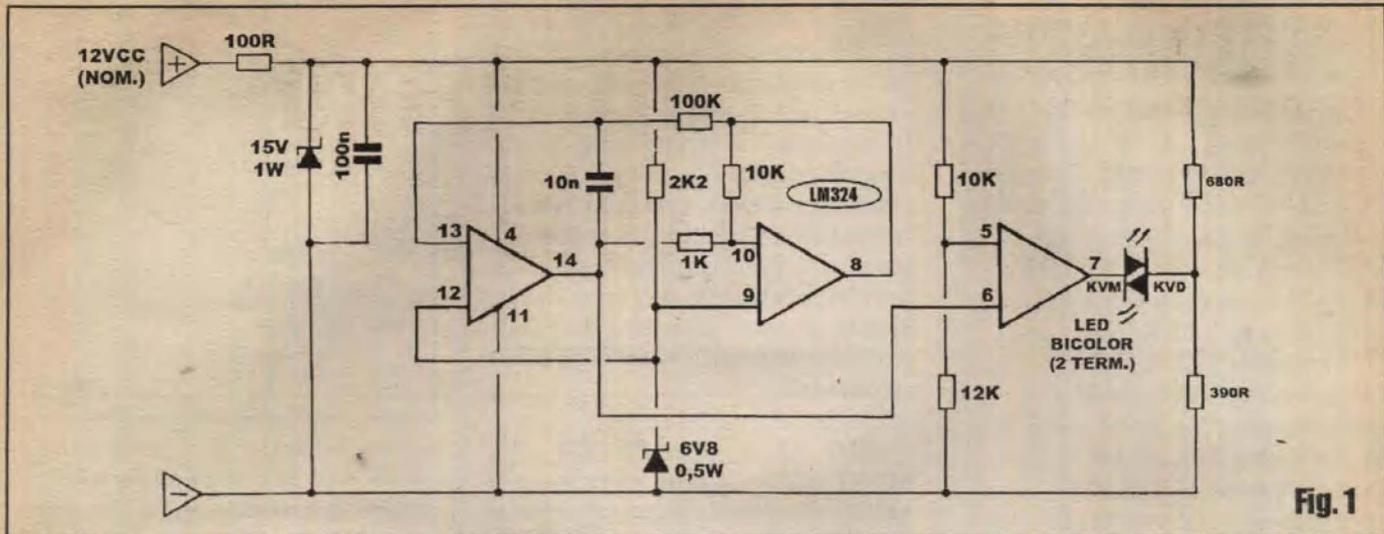

Fig. 1
- FIG. 1 - DIAGRAMA ESQUEMÁTICO DO CIRCUITO - O funcionamento do circuito é bem mais complexo do que pode deixar perceber seu *esqueminha* aparente-mente simples...